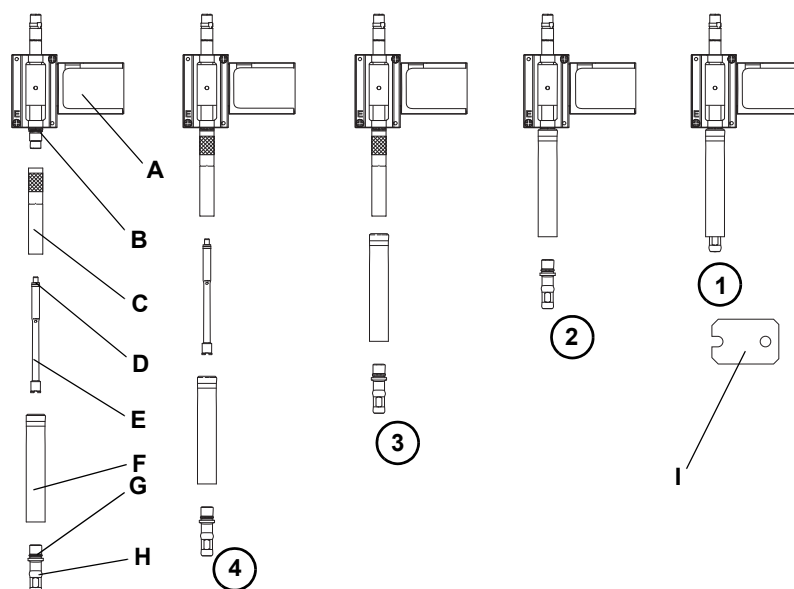

Fig. 7-11 Desmontaje/instalación del mecanismo de recogida de DiTi del Air LiHa
- 2 Sujete el tubo de expulsión de puntas y el adaptador de puntas mientras desenrosca el cono DiTi con la llave para conos DiTi suministrada (paso (1) y (2) en Fig. 7-11, 7-38).
- 4 Desmonte el tubo de expulsión de puntas (paso (3) en Fig. 7-11, 7-38).
- 5 Desatornille y desmonte el cilindro del adaptador y el tubo de aire (paso (4) en Fig. 7-11, 7-38).